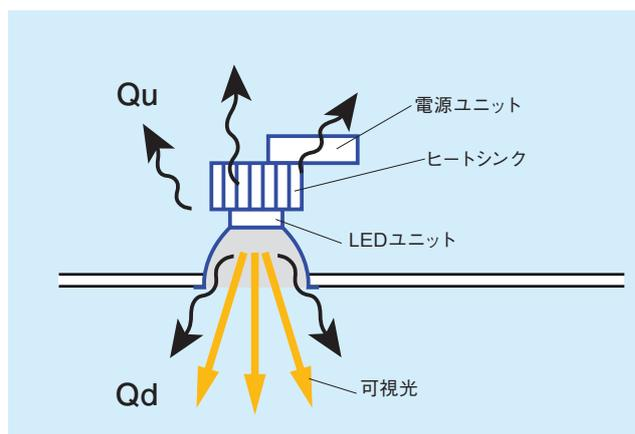

図2 LEDダウンライト器具の模式図
LED ダウンライト器具における熱の配分を一例として図 2 に示します。
- ① 収納箱の外気温度を $t_r$ (℃)
- ② 収納箱の放熱面積を $S$ ( $m^2$ ) (図2参照)但し $S$ は、